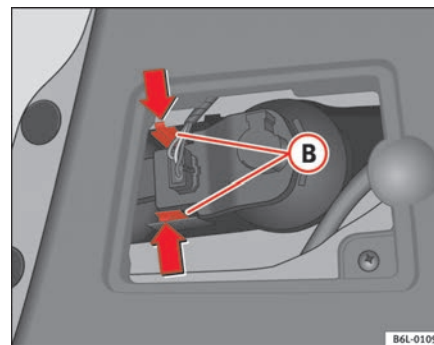

Abb. 154 Rücklicht an der Heckklappe
- Auf die Laschen **(B)** ⇒ Seite 230, Abb. 154 der Lampenfassung drücken und die Fassung herausnehmen.